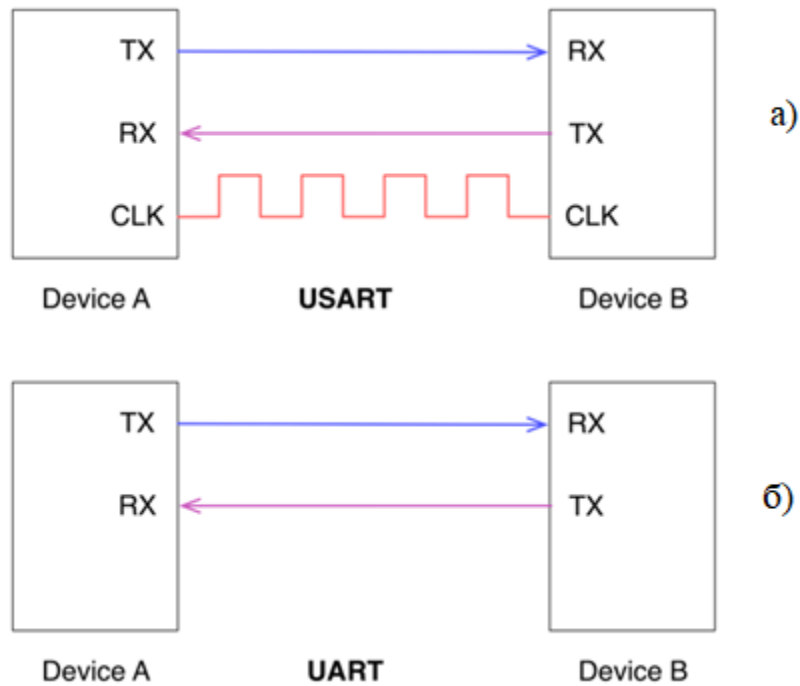

Рисунок 6.3 Різниця в сигналах між USART і UART
Універсальний синхронний інтерфейс приймача/передавача – це пристрій, здатний послідовно передавати слова даних, використовуючи два вводу/виводу, один з яких виконує роль передавача (TX), а інший – приймача (RX), а також один додатковий вхід/вихід як одну тактову лінію, як показано на Рисунок 6.3 а). Універсальний асинхронний приймач/передавач використовує лише два RX/TX I/O (див. Рисунок 6.3 б). Традиційно перший інтерфейс називають терміном USART, а другий — терміном UART.